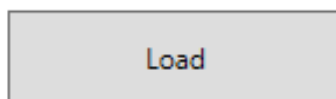

図7-5 Load ボタン
3. **Load** ボタンをクリックして、フィルムを Film Analysis Software に読み込みます（図7-5 を参照）。